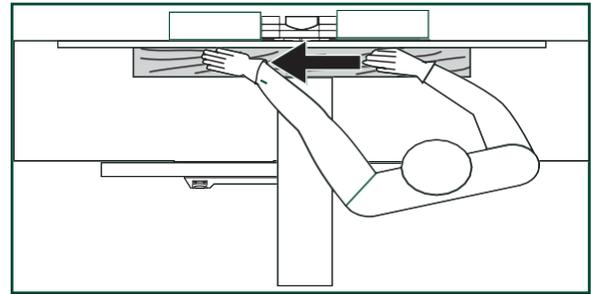

FIG. 33
- Al juntar, la dirección de alimentación de la pieza de trabajo es de derecha a izquierda sobre el cabezal de corte. FIG. 33.
1. Asuma la posición de funcionamiento adecuada: párese a un lado de la mesa de alimentación con los pies separados para la estabilidad a lo largo de todo el proceso de corte. FIG. 33.